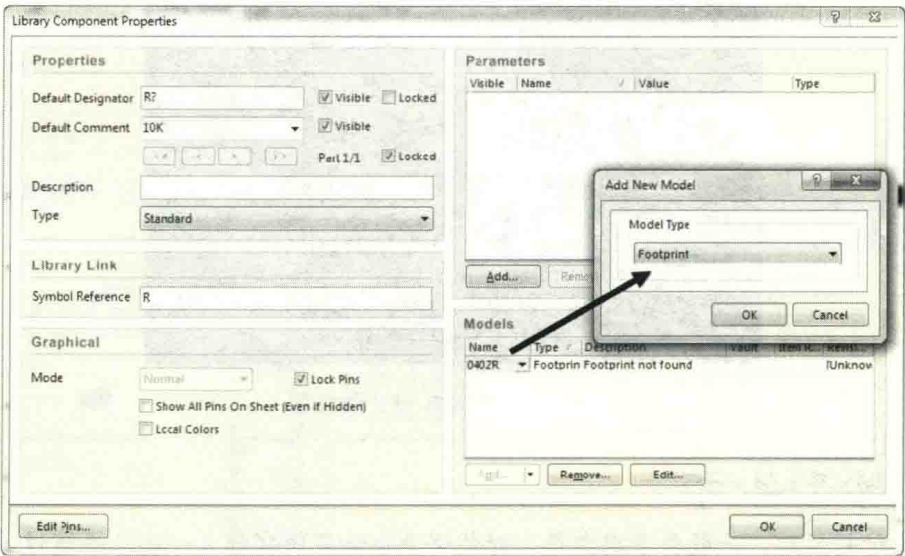
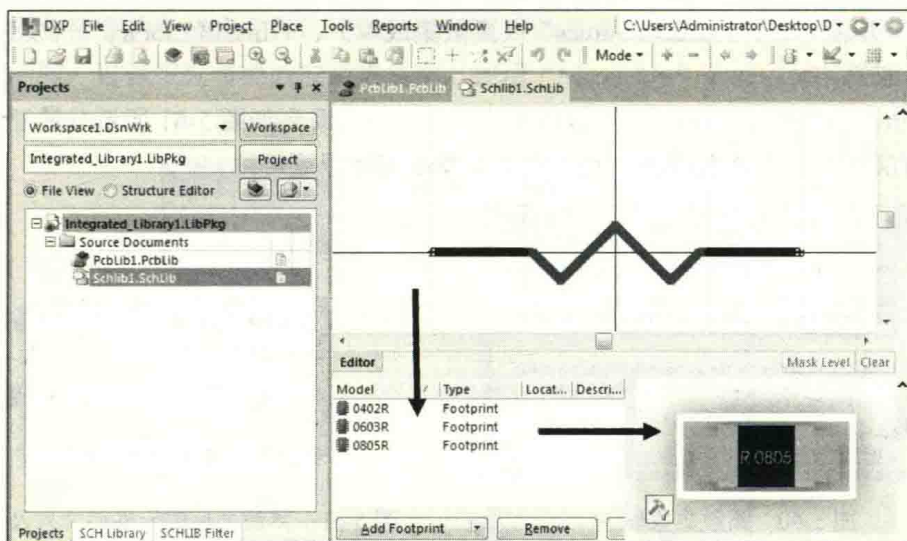

图 5-56 为元件库添加相对应的 PCB 库 1
图 5-57 为元件库添加相对应的 PCB 库 2
(4) 按照前文提到过的创建元件和创建 PCB 封装的方法，创建电阻元件，分别在元件库和 PCB 库中添加库元素，如图 5-56 和图 5-57 所示。此处以电阻（0805R、0603R、0402R）为例进行说明，添加 0805R、0603R、0402R 封装。